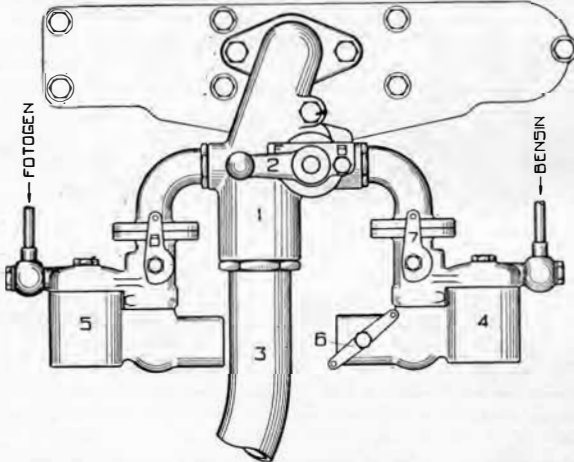

Fig. 28.
Förvärmningsanordning utan spiral. Fig. 28.
För närvarande utföres fotogendriftsanordningen å de 4-cyl. motorerna enl. fig. 28. Insugningsröret från den till vänster sittande fotogenförgasaren (5) är draget genom ett förvärmningshus (1), som passeras av de varma avgaserna. Omskiftningen från bensen till fotogen sker genom förande av trevägskranens handtag (2) från höger till vänster. Fig. 28 visar handtagets läge vid körning med fotogen.